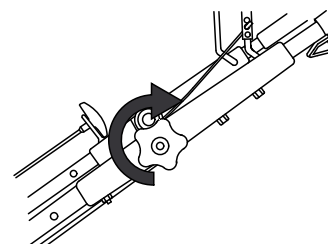

Figuur 18
2. Zet de bovenste handgreep in de gewenste stand (Figuur 18).